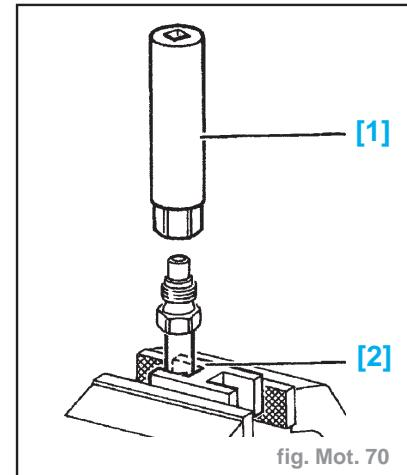

fig. Mot. 70
- Fixer dans l'étau le support [2] (-.0117-AJ) (fig. Mot. 70).